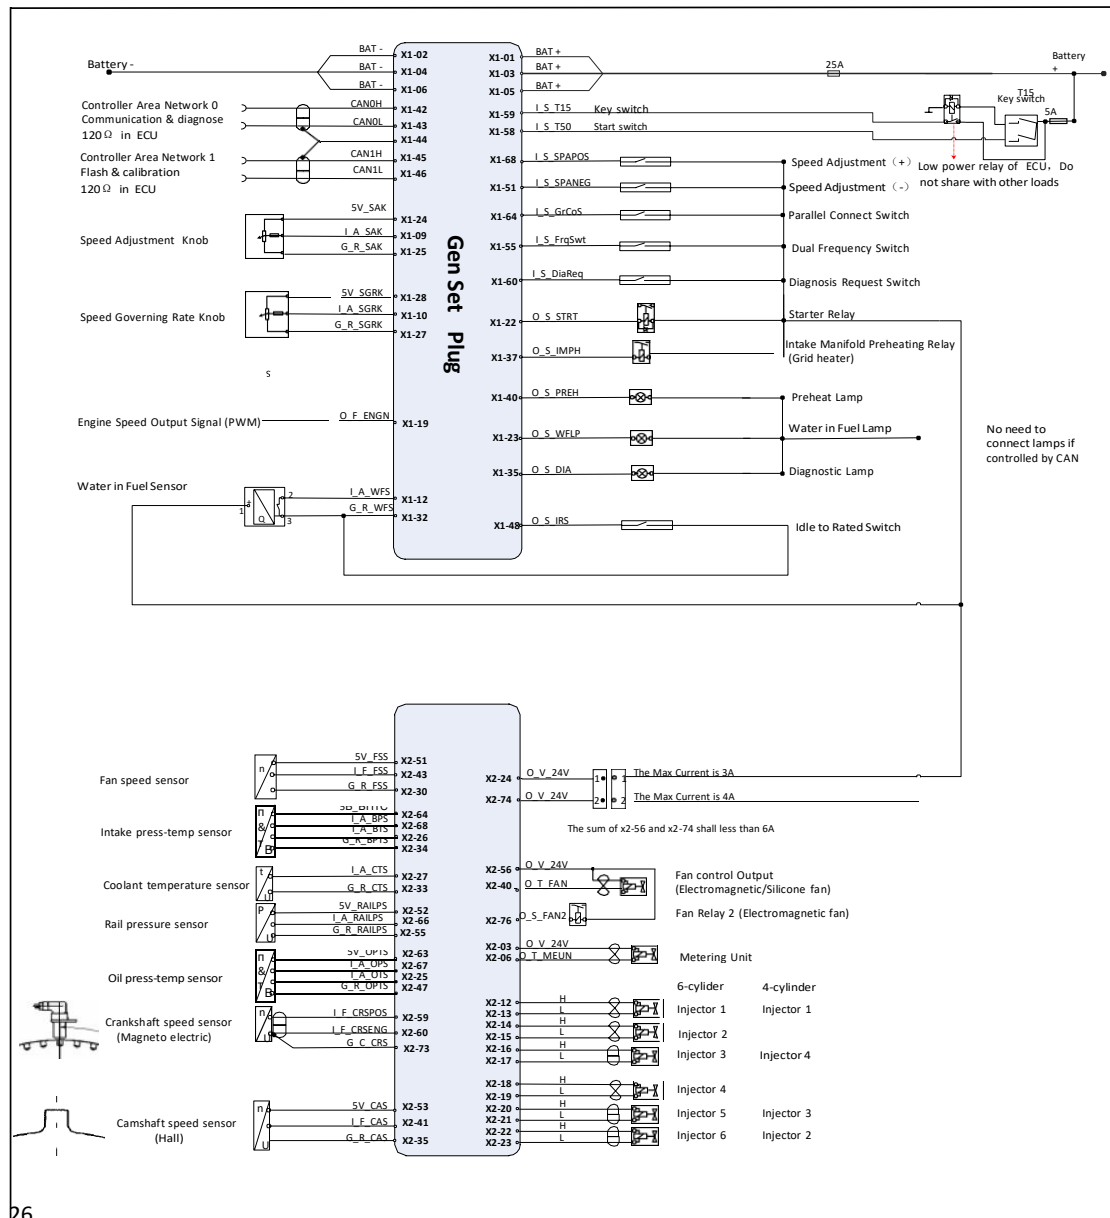

Рисунок 2.7.1А-Терминал диаграмма для 4М06 ЭБУ
- ◆ диагностические лампы Приколоть Ага.: Х1-35 Рисунок 2.7.1Е-неисправность диагноз